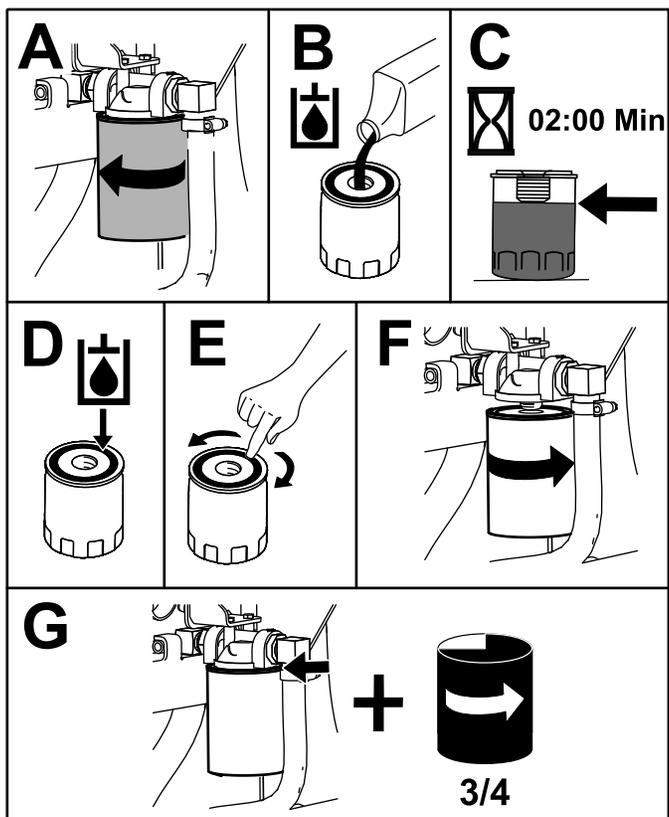

Рисунок 72
4. Поместите сливной поддон под фильтр, а затем замените фильтр (Рисунок 72).